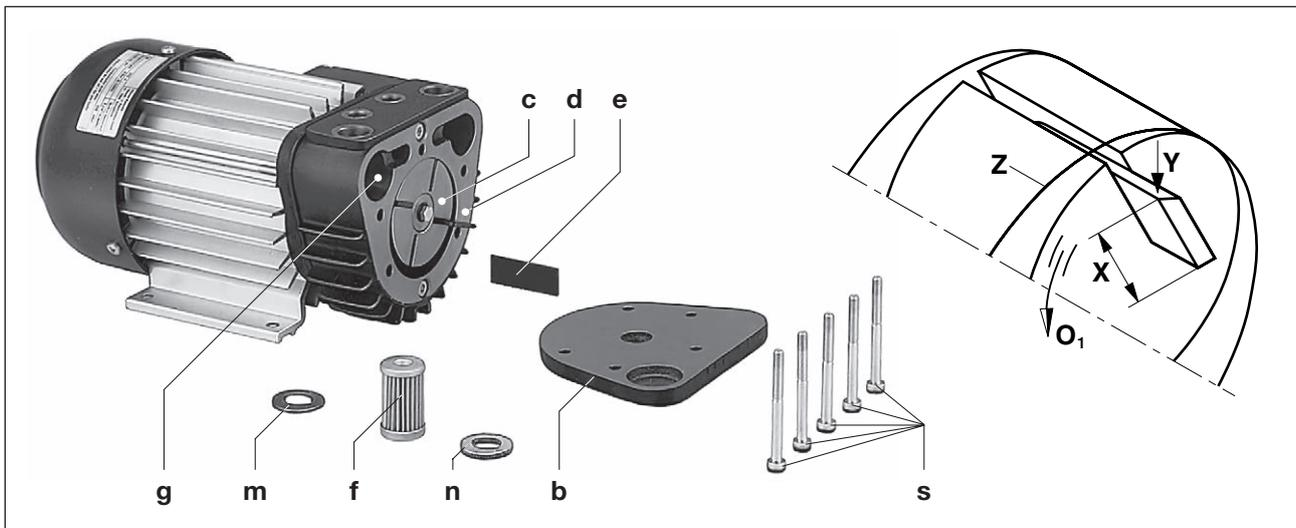

Abb. 3 Luftfilterung und Lamellenwechsel
Die Filterpatrone (Abb. 3/f) ist monatlich oder je nach Verunreinigung öfters durch Ausblasen von innen nach außen zu reinigen bzw. durch eine neue Filterpatrone zu ersetzen.
Gehäusedeckel (Abb. 3/b) abschrauben.
Filterpatrone (Abb. 3/f) mit Dichtungen (Abb. 3/m, 3/n) aus Filterraum (Abb. 3/g) herausnehmen. Filterpatrone reinigen bzw. austauschen und Dichtungen überprüfen.
- a) Dichtungen (Abb. 3/m, 3/n) nicht vertauschen
- b) Sicherstellen, dass die Oberflächen von Gehäuse (Abb. 3/d) und Rotor (Abb. 3/c) sauber sind
- c) Schrauben (Abb. 3/s) mit 5,5 + 0,5 Nm anziehen
Die Type V-VTE hat 4 Kohlelamellen, die sich während des Betriebs allmählich abnutzen. Erste Kontrolle nach 4.000 Betriebsstunden, danach alle 1.000 Betriebsstunden. Gehäusedeckel (Abb. 3/b) vom Gehäuse abschrauben. Lamellen (Abb. 3/e) zur Überprüfung herausnehmen. Alle Lamellen müssen eine Mindesthöhe (Abb. 3/X) haben:
Gehäuse und Rotorschlitze ausblasen. Lamellen in die Rotorschlitze einlegen. Beim Einlegen ist darauf zu achten, dass die Lamellen mit der schrägen Seite (Abb. 3/Y) nach außen zeigen und diese Schräge in Drehrichtung (Abb. 3/O_i) mit dem Verlauf der Gehäusebohrung (Abb. 3/Z) übereinstimmt.
Gehäusedeckel (Abb. 3/b) leicht anschrauben. Pumpe kurz einschalten und den freien Lauf der Lamellen überprüfen. Schrauben (Abb. 3/s) mit 5,5 + 0,5 Nm anziehen.